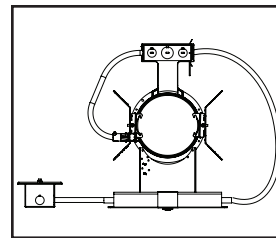
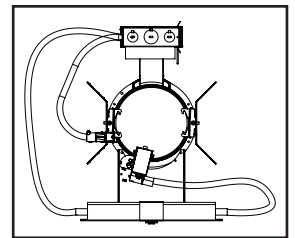

Figura 1.
Figura 2.
5. El interruptor de prueba y la luz indicadora pueden incluirse para el montaje en el techo cerca de la luminaria en una caja de interruptor de salida individual (Figura 1.) o montarse en el alojamiento sobre un soporte ajustable para posicionarse directamente en un reflector (Figura 2.).